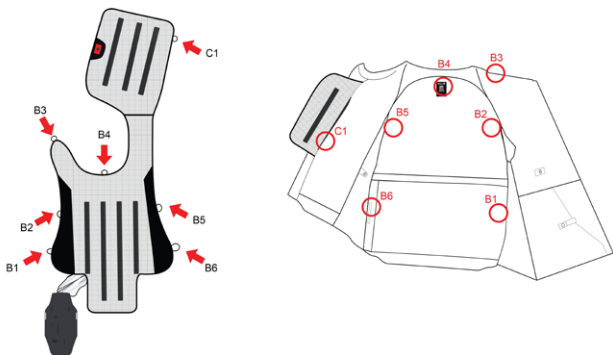

Figura 14
4. Separe el airbag del chaleco abriendo todos los clips de conexión. Los clips son dispuestos como se muestra en la Figura 14.